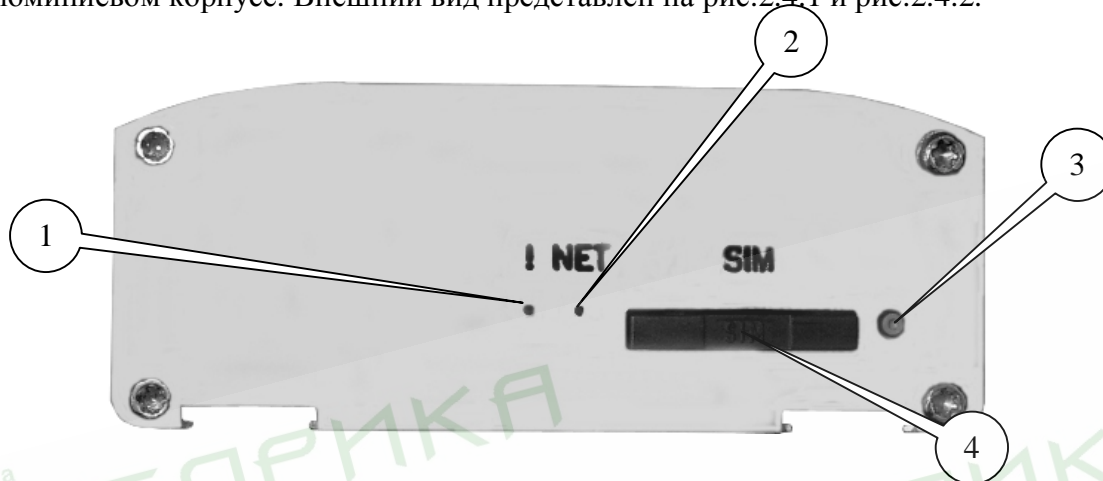

Рис.2.4.1 Вид спереди
Модем MC485 представляет собой компактное устройство, выполненное в прочном и лёгком алюминиевом корпусе. Внешний вид представлен на рис.2.4.1 и рис.2.4.2.
- достать SIM-лоток, нажав на кнопку извлечения SIM-лотка (рис.2.4.1);